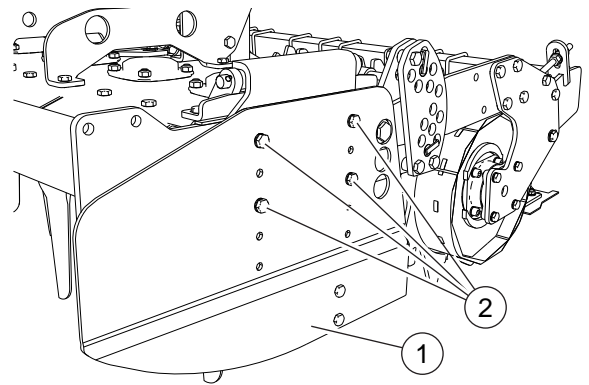

FIG. 36
Destornillar los tornillos (2, "Fig. 36"). Levantar o bajar la banda lateral(1). Atornillar los tornillos (2).